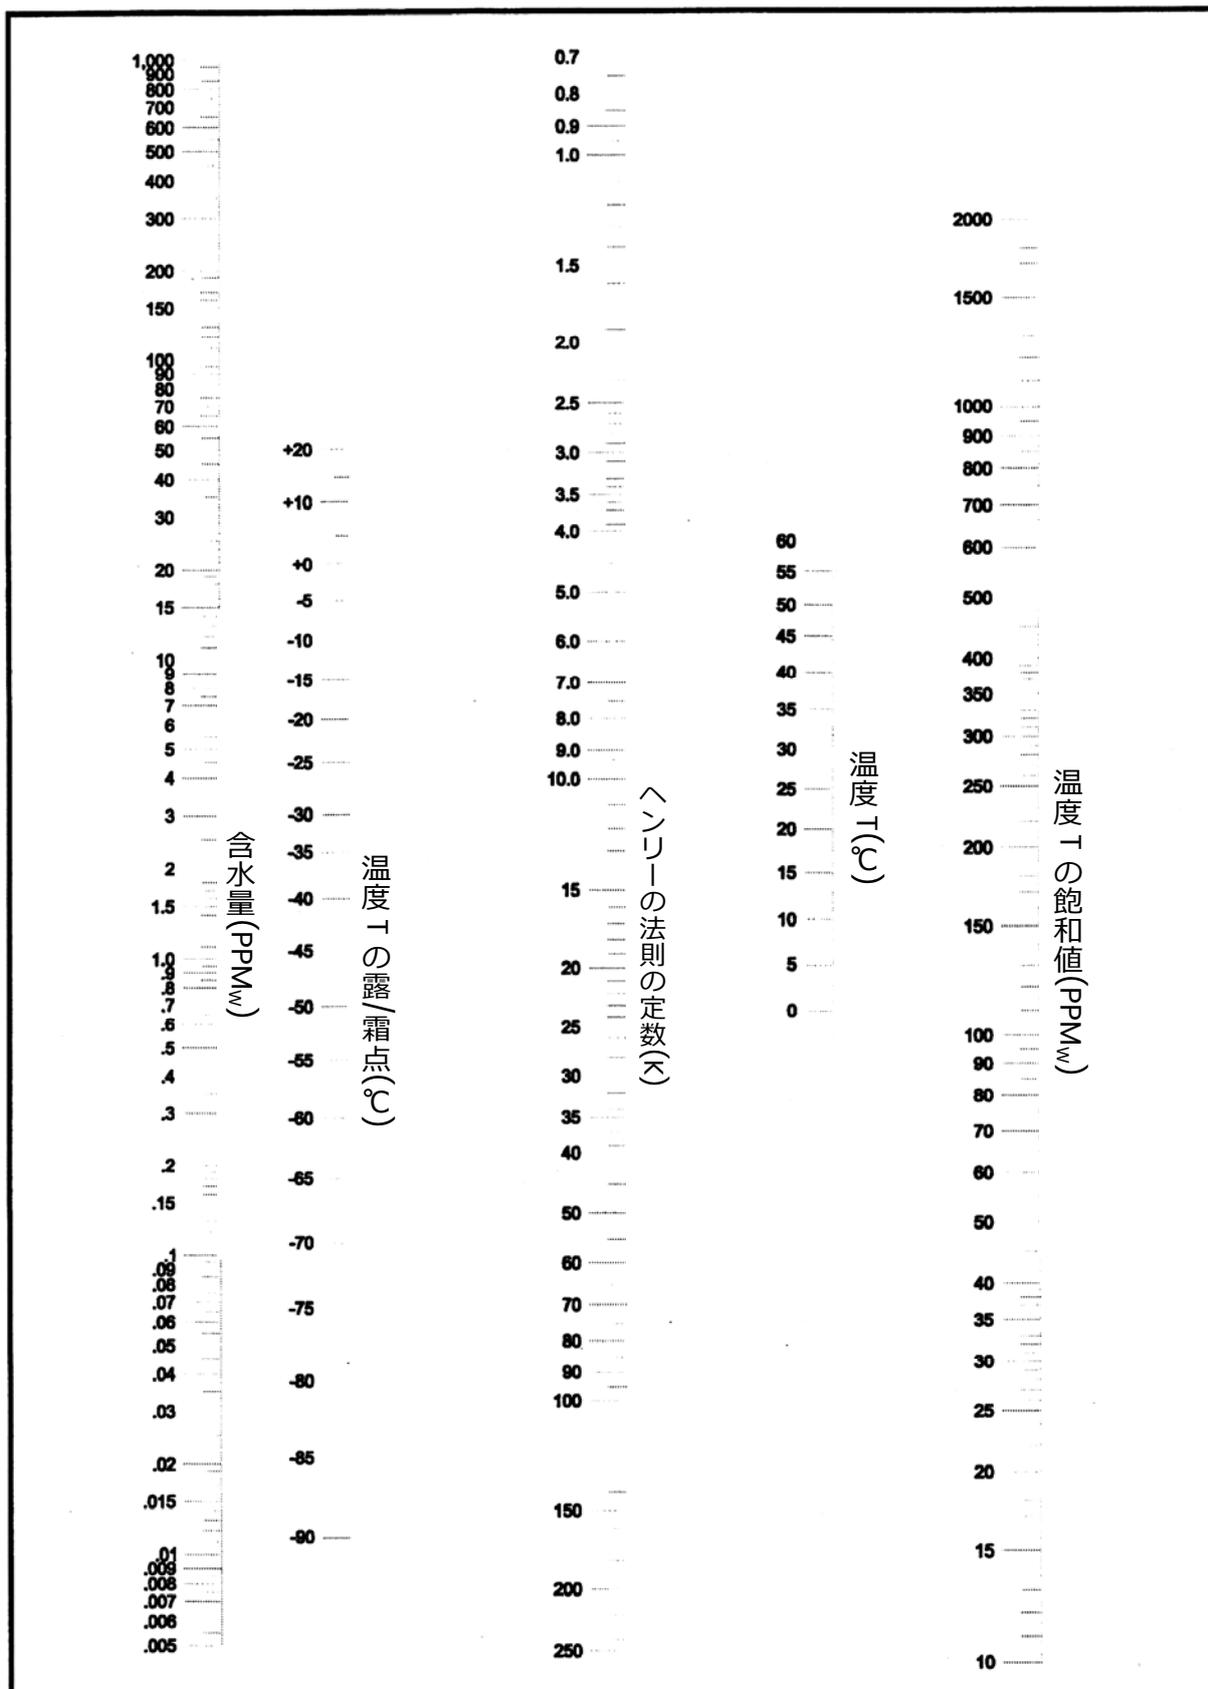

図 A-2 : 液体の含水量の計算図表
以下の値が分かっているれば、A-32 ページの図 A-2 にある液体の計算図表を使用して、有機液体の含水量を求めることができます。
K及びC_sの値が分からない場合は、当社の水分計を使用して、これらの値を求めることができます。実際、A-32ページの図A-2の計算図表からPPM_wを求めるには、この値のうち1つしか必要ありません。このような分析を実行するには、以下のように進めて下さい。
前述したように、飽和した直鎖系炭化水素は特殊なケースで、ヘンリーの法則の定数が温度とともにそれほど変化しません。このような場合、A-32 ページの図 A-2 にある液体の計算図表を使用して分析を完成して下さい。
- b. A-32 ページの図 A-2 で直定規を使用し、870PPM_w の飽和濃度を 30℃の周囲温度と結ぶと、中心のスケールで 27.4 というヘンリーの法則の定数が読み取れます。
- b. A-32 ページの図 A-2 で直定規を使用し、480PPM_w の飽和濃度を 50℃の周囲温度と結ぶと、中心のスケールで 5.2 というヘンリーの法則の定数が読み取れます。
- b. A-32 ページの図 A-2 で直定規を使用し、101PPM_w の飽和濃度を 20℃の周囲温度と結ぶと、中心のスケールで 5.75 というヘンリーの法則の定数が読み取れます。
- d. A-32 ページの図 A-2 の計算図表で直定規を使用し、分かっている 10PPM_w の含水量を-10℃の露点測定値と結ぶと、中心のスケールで 5.1 という K の値が読み取れます。